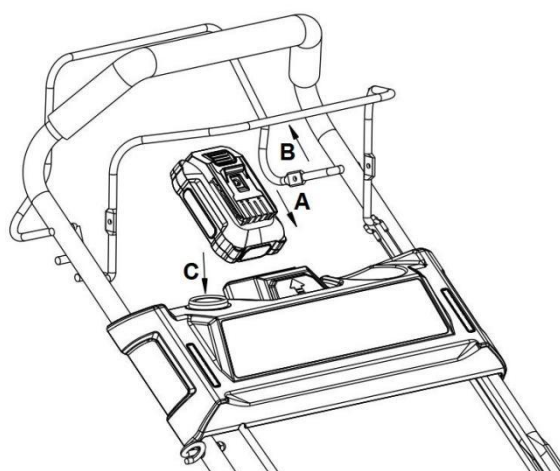

Fig.23 Fig.24
- Réglage central de la hauteur : 7 positions. (Fig.23)